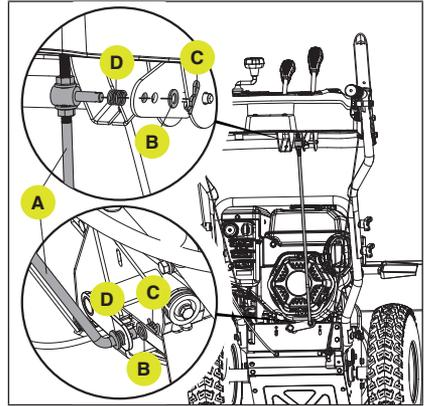

Figure 5
1. Fixez le levier de liaison (A) et la base de liaison avec la pince sous le panneau. Retirez la rondelle et la pince, insérez-les comme indiqué dans la base de liaison, puis installez la rondelle (B) et la pince (C). Assurez-vous que le ressort (D) est chargé du bon côté. (Fig. 5)
2. Connectez l'autre extrémité du levier de liaison (A) et de la poignée de réglage de la vitesse avec la pince sur la base. Retirez la rondelle et la pince, insérez-les comme indiqué dans la base de liaison, puis installez la rondelle (B) et la pince (C). Assurez-vous que le ressort (D) est chargé du bon côté. (Fig. 5)